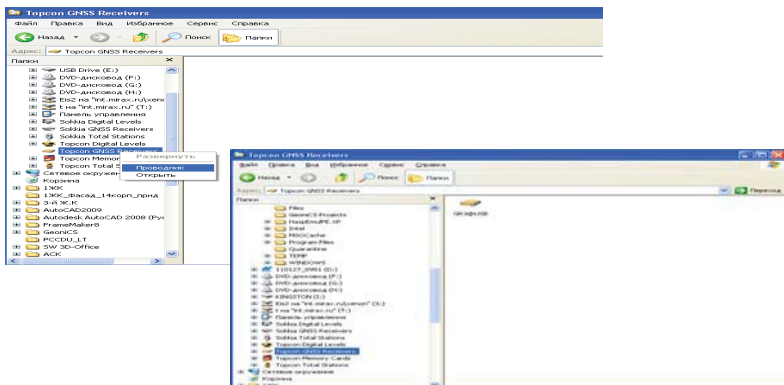

Рис. 5-1. Поиск и обнаружение приемников Topcon в проводнике Windows
2. Откройте проводник Windows и выберите папку Topcon GNSS Receivers. Нажмите на нее правой кнопкой мыши и в появившемся окне выберите Проводник. В правой стороне панели проводника будет отображаться автоматический процесс поиска приемников Topcon, подключенных к какому-либо порту Вашего компьютера (COM и USB) (Рис. 5-1).
По завершении поиска все приемники, подключенные к портам компьютера, будут отображены (Рис. 5-1).